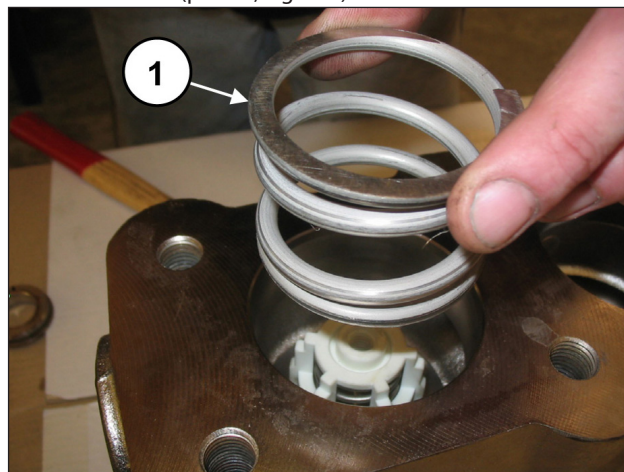

Fig. 102
Extraer el muelle (pos. ①, Fig. 102).